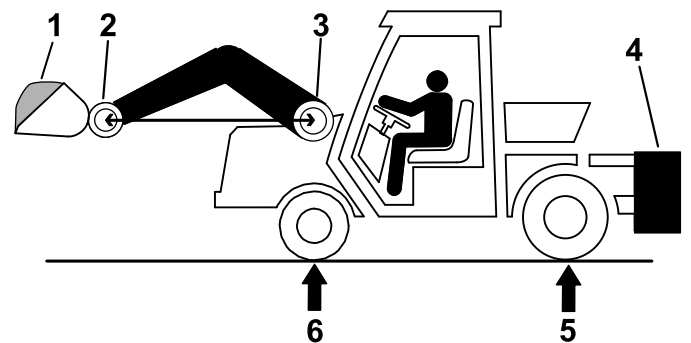

Figura 32
- Coloque una carga completa en el cucharón, y eleve el cucharón a la posición más adelantada posible, como se muestra en la Figura 32.
- En una báscula, mida el peso bruto del vehículo (PBV) en los ejes delantero y trasero, con la cargadora elevada de manera que el pasador de giro del cucharón esté a la misma altura que el pasador de giro del brazo (Figura 32).
Nota: Si R es **menor** que el peso necesario en el eje trasero (PNET), no es necesario añadir lastre (Figura 32).